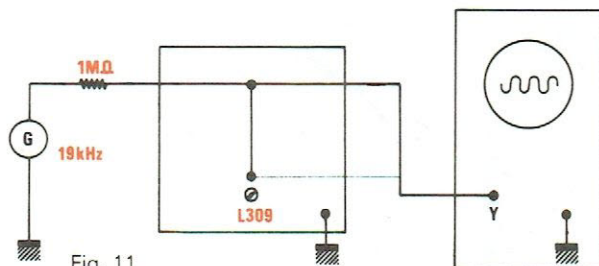

Fig. 11
- Agir sur L309 pour visualiser un maximum de tension sur oscilloscope (voir fig.11).